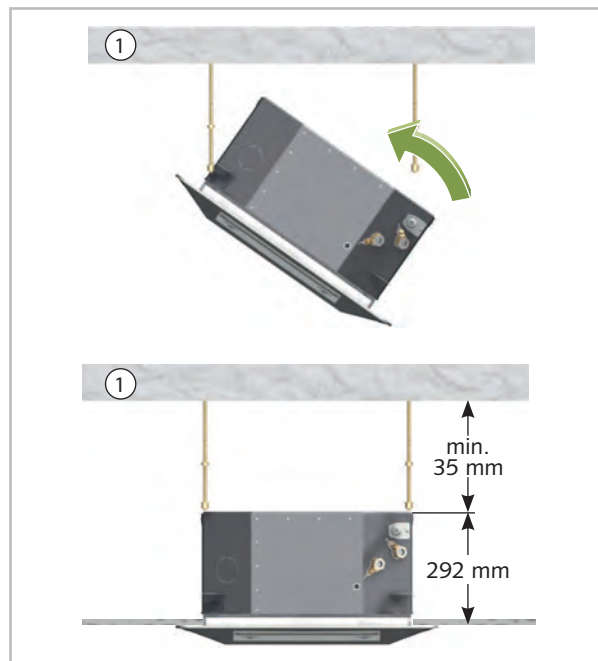

Abb. 11: Gerät einhängen (MVD 222-452)
2. ➔ Setzen Sie das Innengerät in die Gewindestangen ein und bringen Sie die Geräte durch die untere Mutter in eine waagerechte Position (Abb. 11).